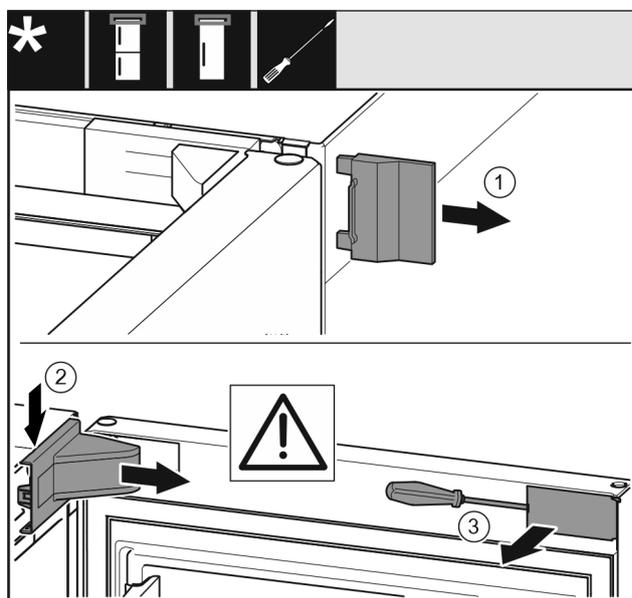

Fig. 9
- ▶ Свалете външния капак. Fig. 9 (1)
- ▶ Освободете и развийте капачката на лагерната стойка. Свалете капачката на лагерната стойка. Fig. 9 (2)
- ▶ Освободете капачката с плоска отвертка и я завъртете настрана. Fig. 9 (3)